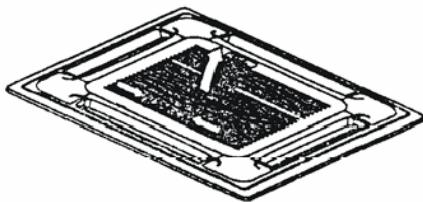

Figure 9
- faites glisser les deux crans de retenue vers le milieu en même temps, et enfoncez les vers le haut. (cf. figure 9)
b. Soulevez la grille jusqu'à un angle d'environ 45° et enlevez-la. (cf. figure 9)